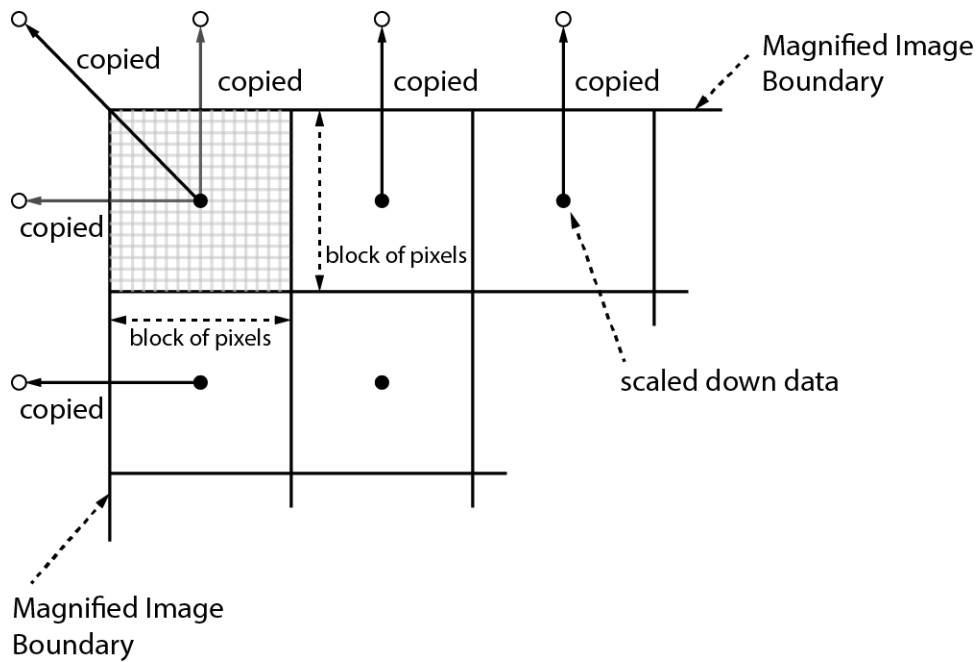

Figure 9.10 Bilinear Interpolated Magnification
3. **Flat Field Data Save** 파라미터를 실행하여 생성한 Flat Field 데이터를 비휘발성 메모리에 저장합니다. 축소된 Flat Field 데이터는 보정에 사용될 때, Figure 9.10 과 같이 Bilinear Interpolation 으로 확대된 후 적용됩니다.